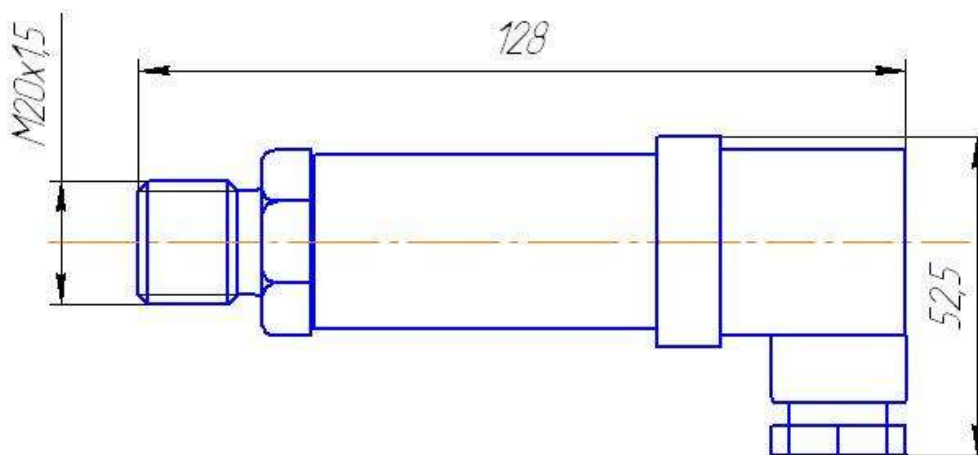

Рис.2 Габаритные и присоединительные размеры датчика ДДМ-03-ДИ(ДВ,ДА); ДДМ-03-ДИ(ДВ,ДА)-Ех.
1.2.14. Габаритные размеры приведены на рис.2, рис 3, рис 4.
1.4.2. Общий вид датчика показан на рис.2, рис 3, рис 4.